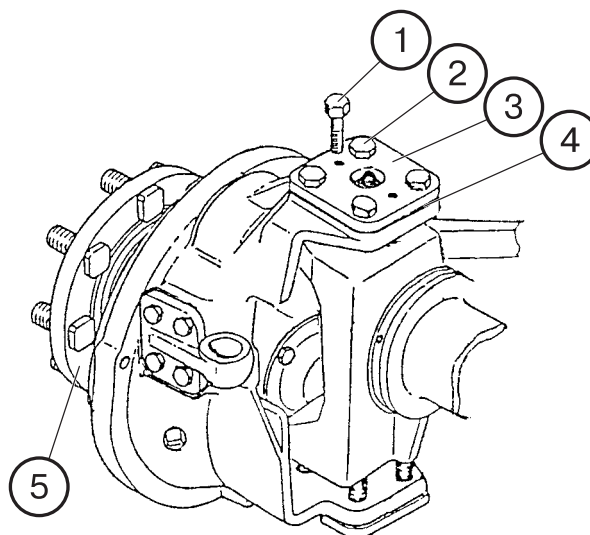

Рис. 78.
7.6.18. Регулировка подшипников шкворней ПВМ с планетарно-цилиндрическими редукторами (рис. 78)